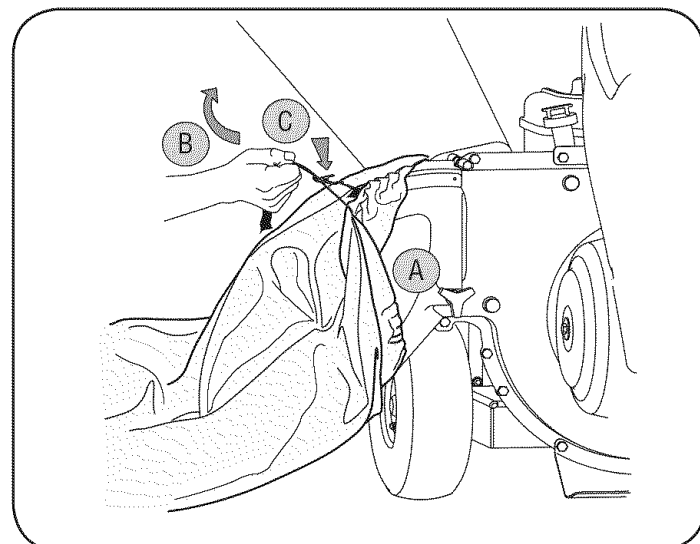

Figura 8
- c. Vuelva a sujetar la tira de extracción sobre sí misma, apriétela contra el canal deflector para que quede firme en su lugar. Vea la Figura 8.